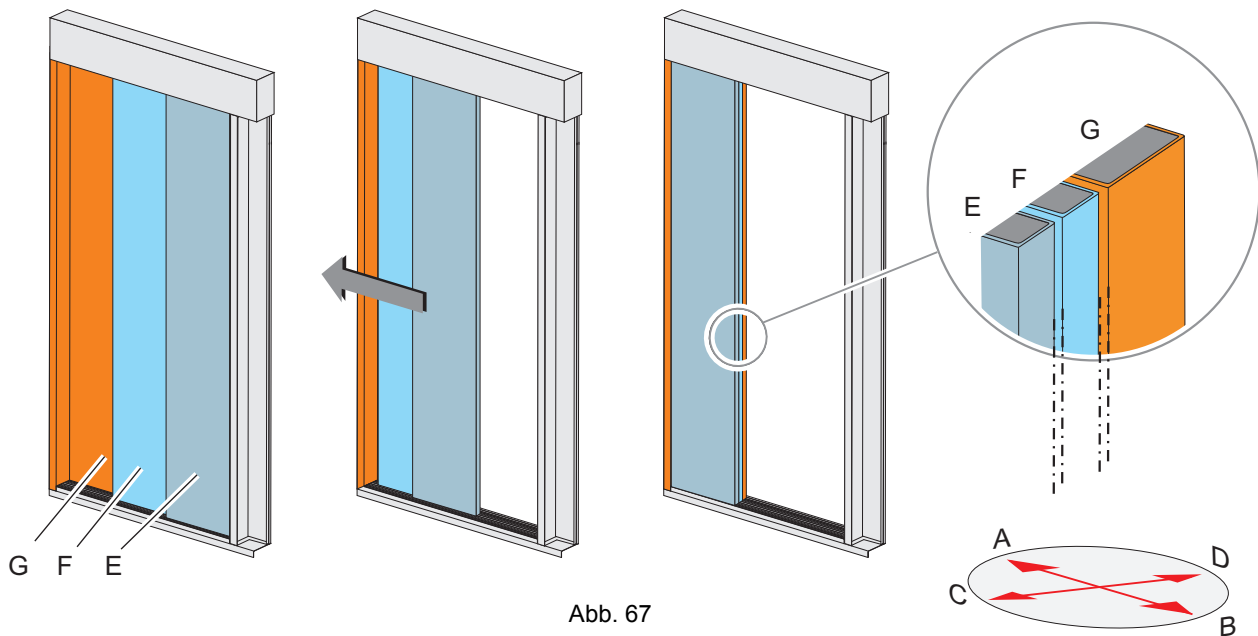

Abb. 67
- 1. Türblatt (S) positionieren (siehe Abb. 67)
- 2. Einen Führungsgleiter (A) so justieren, dass er parallel Kontakt in der Führungsrille erhält